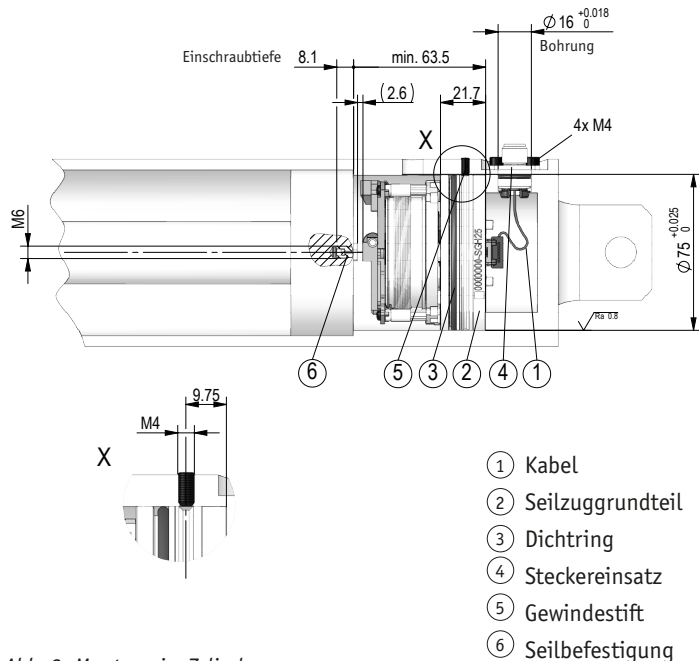

Abb. 3: Montage im Zylinder
### Montage (Abb. 3):
1. Das Kabel ① (z.B. KV1H) ohne Flanschgehäuse am Seilzuggrundteil ② vom SGH25 einstecken. Das Kabel ① (z.B. KV1H) sollte beim Einbau in die Richtung des Kabelausganges vom Zylinderunterteil zeigen.
2. Der SGH25 wird mit eingefettetem Dichtring ③ vorsichtig in das Zylinderunterteil gepresst. Es muss darauf geachtet werden, dass der Steckereinsatz ④ und das Kabel nicht eingeklemmt werden, sondern dass der Steckereinsatz durch den Steckerausgang am Zylinderunterteil nach außen gezogen wird. Der Steckereinsatz wird mit dem Flanschgehäuse incl. gefettetem O-Ring gefügt und 4x an der vorgesehenen Stelle verschraubt. Die Axialsicherung kann, wie in Abb. 3 dargestellt, mit einem Gewindestift ⑤ erfolgen. Den Gewindestift erst leicht anziehen (ca. 0.5 Nm) und anschließend wieder ca. 0.5 Umdrehungen zurückdrehen.
Nähere Informationen zum Einbau finden Sie im Kapitel 4.1 (Abb. 3)